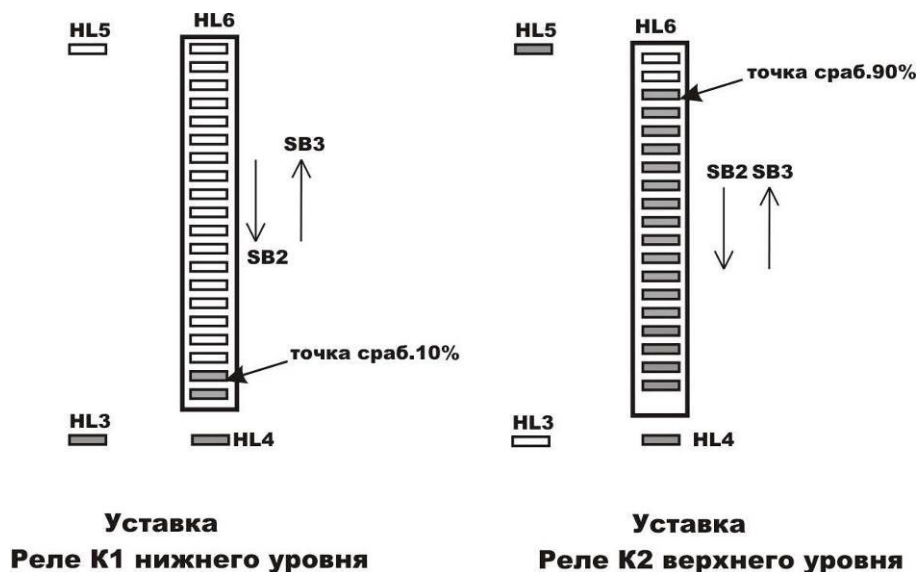

Рис.5. Программирование порогов срабатывания реле нижнего и верхнего уровней
2.2.2.4. Нажимая кнопку SB4 выбрать нижний или верхний уровень, см. рис.5